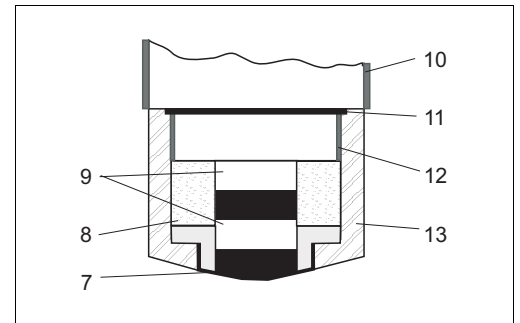
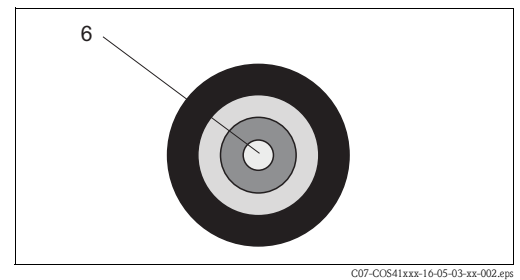

Abb. 18: Sensorkopf, Schnittzeichnung
Abb. 19: Sensorkopf, Draufsicht
- Sensorkopf mit Kathode und Anode (Abb. 18, Abb. 19)
- Membrankappe mit Elektrolytfüllung (Abb. 18, Pos. 13 und 8)